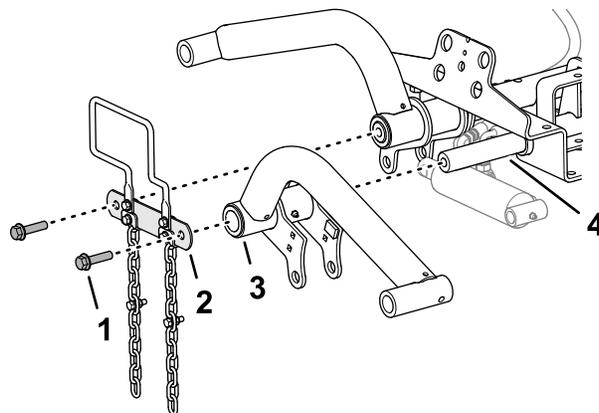

図 11
- 図 11 のように、昇降アームを昇降アームピボットシャフトに取り付ける。
- 昇降アームのピボットシャフトにピボットシャフトリンクを取り付ける図 11 昇降アームの取り付け準備 (ページ 15) で取り外したフランジキャップスクリュー 1/2 x 2" 2 本を使用する。